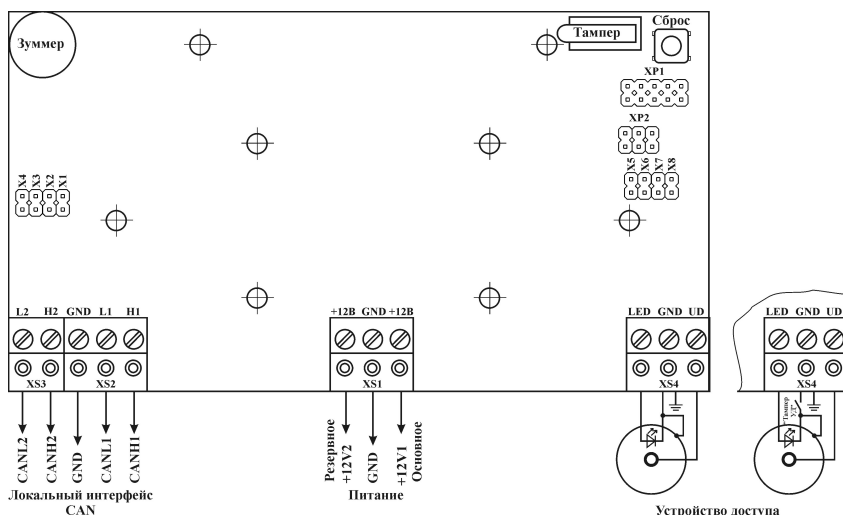

Рисунок 1 - Внешний вид платы клавиатуры КП-128П и схема подключений
На плате клавиатуры КП-128П (Рисунок 1) расположены клеммные колодки для подключения УД со светодиодом (XS4), шины CAN (XS2, XS3) и питания (XS1).
**ВНИМАНИЕ!** При подключении УД с тапперным контактом таппер и светодиод необходимо включить последовательно (Рисунок 1). Клавиатура будет выдавать тревожное сообщение как при обрыве или коротком замыкании светодиода, так и при размыкании (замыкании) контактов таппера.
Назначения выводов УД приведены в Таблице 8, схема подключения УД – Рисунок 1.
Все входные и выходные цепи подключаются к клавиатуре в соответствии со схемой подключения (Рисунок 1) с помощью клеммных колодок, расположенных на плате.
Подключить провода питания клавиатуры к соответствующим клеммам (Рисунок 1).
Подключить провода линии связи по интерфейсу CAN к соответствующим клеммам (Рисунок 1).
Подключить провода от устройства доступа к соответствующим контактам на плате КП-128П (Рисунок 1).
Установить перемычки подключения оконечных резисторов – терминаторов интерфейса CAN (основного и/или резервного) и установки адреса клавиатуры по интерфейсу CAN (Рисунок 1 и Таблицы 5 и 6).